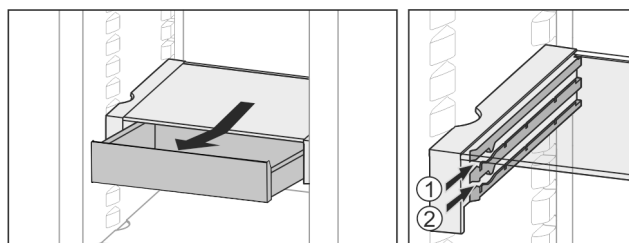

Fig. 23
- Zasuňte v libovolné výšce Fig. 23 (1) nebo Fig. 23 (2).